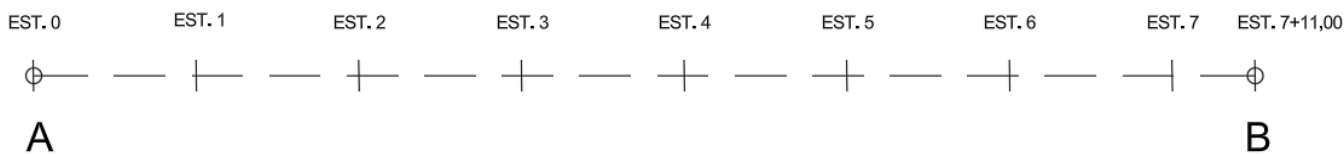

Figura 1 – Distância de Transporte (Autor).
40) Na Figura 1 pode ser observado um trecho limitado entre os pontos A e B. O comprimento total deste trecho é dividido por estacas. Cada estaca possui um comprimento de 20,00 m. O ponto A representa a jazida que será utilizada para a extração do material a ser utilizado no aterro localizado no ponto B. Para a execução do aterro, serão necessários 50 m³ e a capacidade do veículo que irá transportar o material é de 10 m³. O veículo iniciará os trabalhos no ponto A e terminará no ponto B. Assinale a alternativa que representa a distância total a ser percorrida pelo veículo, após cumprir com a entrega do volume total de material.